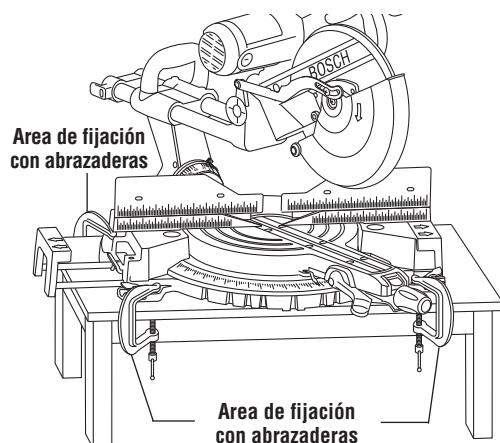

Figura 17. Montaje portátil usando abrazaderas
- Coloque dos (2) o más abrazaderas en "C" en las áreas de fijación con abrazaderas y fíjelas (Figura 17).
- Tenga cuidado de no poner las abrazaderas sobre las palancas de sujeción de las extensiones de la base (Figura 17).